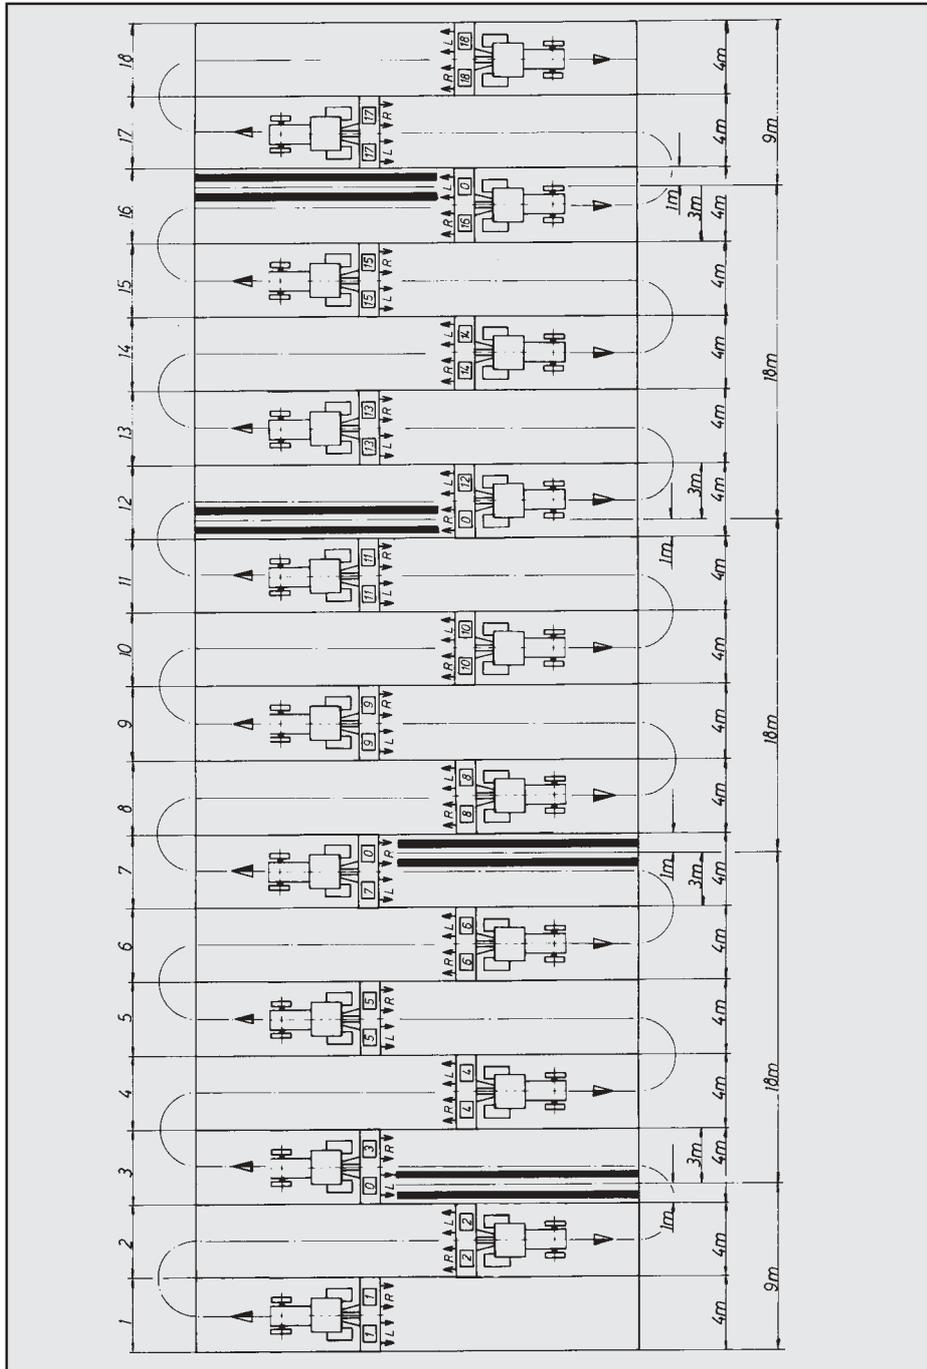

Рис. 89
- 3) Во время работы оба пульта управления показывают пусковую частоту, как указано ниже (сравни рис. 89):